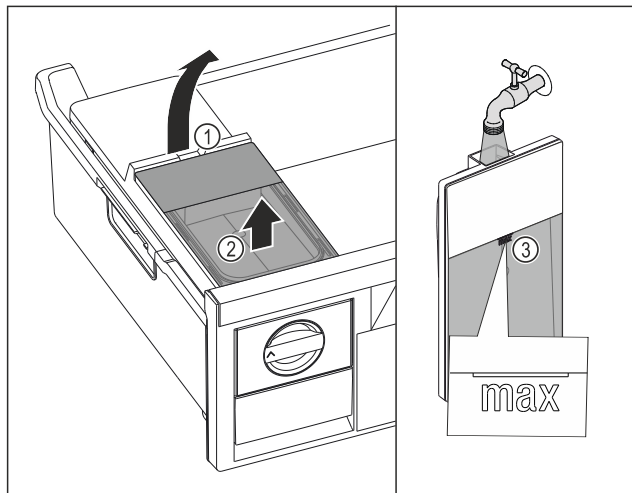

Fig. 76
- ▶ Podignite spremnik za vodu na otvoru Fig. 76 (1).
- ▶ Izvadite spremnik za vodu prema gore Fig. 76 (2)
- ▶ Spremnik za vodu napunite pitkom vodom do oznake Fig. 76 (3).